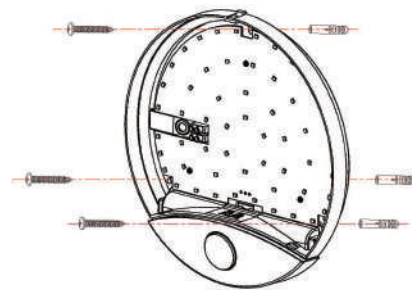

FIG. 3
- Për instalimin e produktit në pozicionin e duhur në sipërfaqen e përzgjedhur përdorni vida mbyllur. /Figure 3/